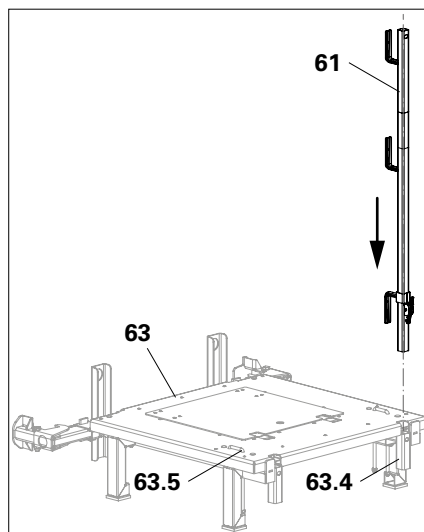

Fig. A7.12
1. Insérer le montant de garde-corps (61) dans le support (63.4) – 2x. (Fig. A7.12)